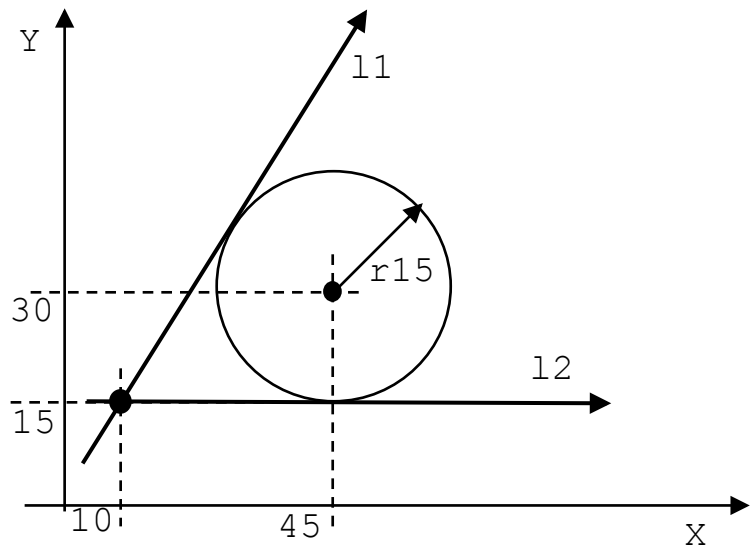

Рисунок 2.63
- прямая, касательная к окружности и проходящая через точку (рисунок 2.63):